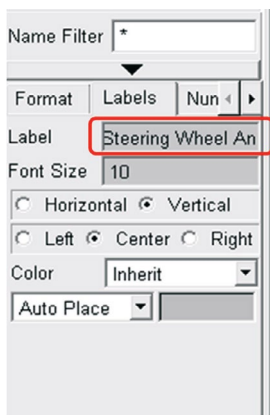

Figura 4.179 – Editando rótulo do eixo *haxis*.
- Na caixa de texto *Label* insira o texto “*Steering Wheel Angle [degrees]*” (Figura 4.179).